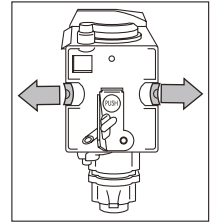

Fig. 44
- ▶ Depois de introduzida, certifique-se que os dois botões coloridos foram encaixados no lugar (Fig. 44)